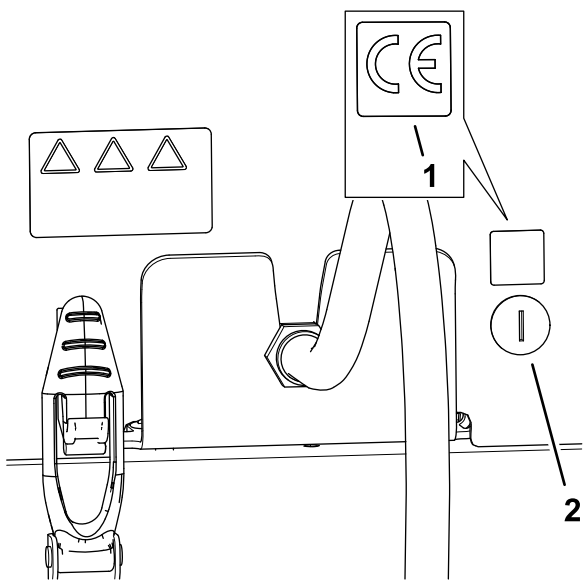

Figura 38
1. Utilize álcool e um pano limpo para limpar a área do capot junto à fechadura do capot, e deixe secar o capot (Figura 38).